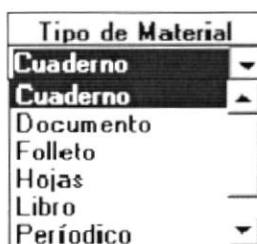

Figura 9.21 Tipos de Material para Fotocopias
- En ese momento le aparecerá un listado como el que se encuentra en la **Figura 9.21**, del cual Ud. podrá seleccionar con el mouse y dándole un clic el Tipo de material.